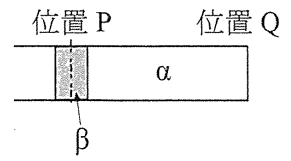

図6 温度  $T_3$  におけるβ相の成長の模式図
- 問2 図6のように温度  $T_3$  における  $\beta$  相の成長を一次元の成長と考える。位置 P を中心に  $\beta$  相は対称に成長し、他の  $\beta$  相の影響はないとする。位置 P と位置 Q 間の元素 B のモル分率、元素 A と元素 B の化学ポテンシャルの分布をそれぞれ模式的に描け。元素 B のモル分率では溶質の保存を考慮した分布を描くこと。必要に応じ、解答用紙の状態図上に組成を定義し、示すこと。なお、 $\beta$  相中の元素 B のモル分率、位置 P における元素 A と元素 B の化学ポテンシャルは解答用紙にそれぞれ与えられている。ただし、界面エネルギーの影響は無視でき、局所平衡は成立しているとせよ。また、位置 P と位置 Q 間の距離は、 $\beta$  相の析出開始時点からの元素 A と元素 B の拡散距離に比べて十分に長いとせよ。